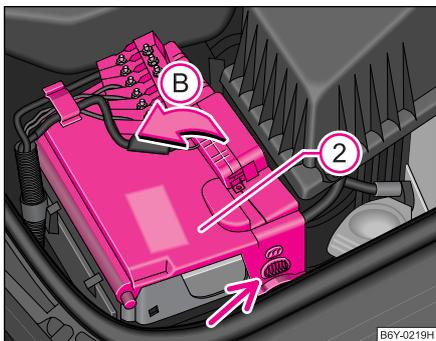

Abb. 143 Batterie:
- Ziehen Sie die Rastnasen an den Seiten der Batterieabdeckung ② ab und klappen Sie die Batterieabdeckung in Pfeilrichtung ③ ⇒ Abb. 143.